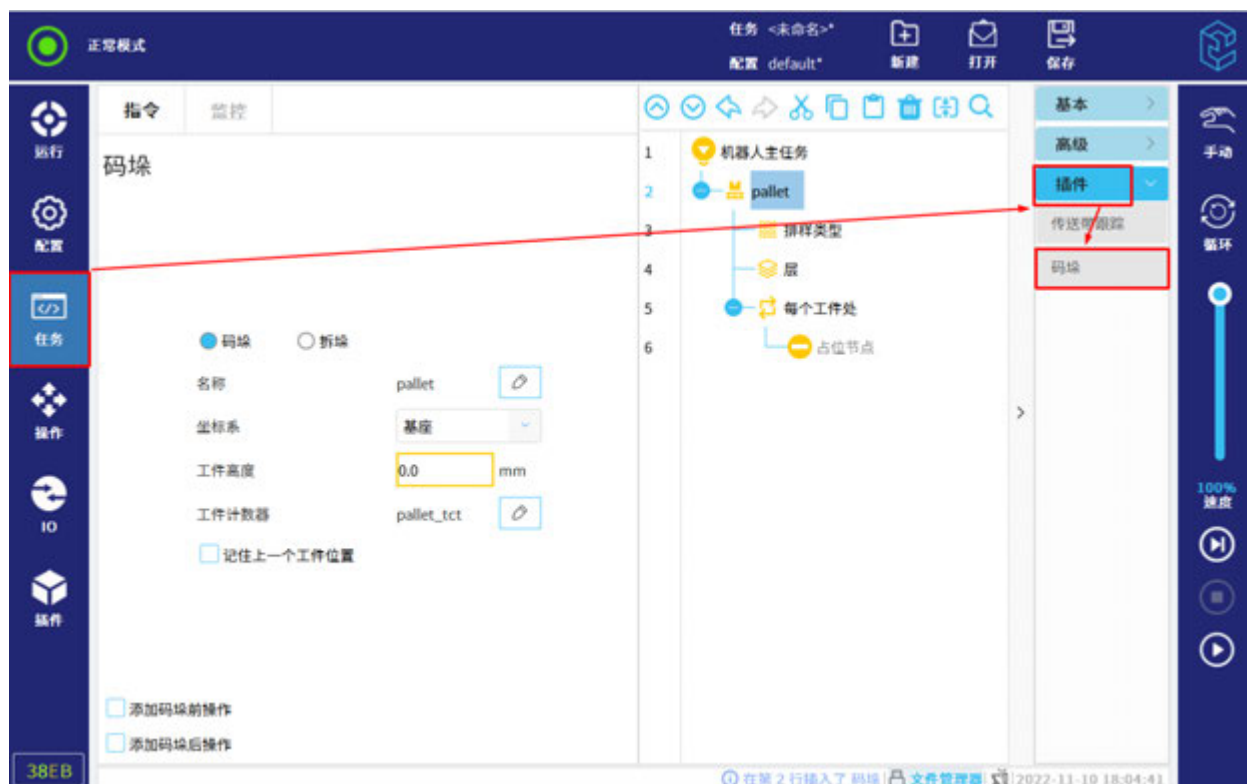

図 12-29 パレタイジングタスクパラメータの設定
2. パレタイジングタスクの名称、座標系及びワーク高さなどを設定する、図 12-29 に示す。